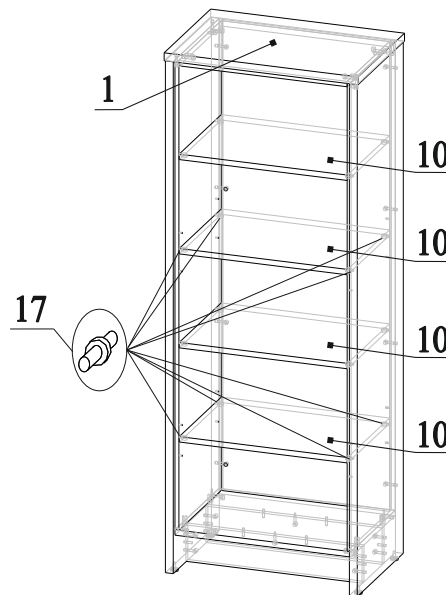

Рис.14
23. Соединить деталь 1 с деталями 2 и 3, затянуть эксцентрики по часовой стрелки до упора (рис.14);
25. Вставить полкодержатели 17 в отверстия на деталях 4 и 5 на нужной высоте (рис.14);
26. Установить детали 10 в каркасе стеллажа (рис.14 и 15);